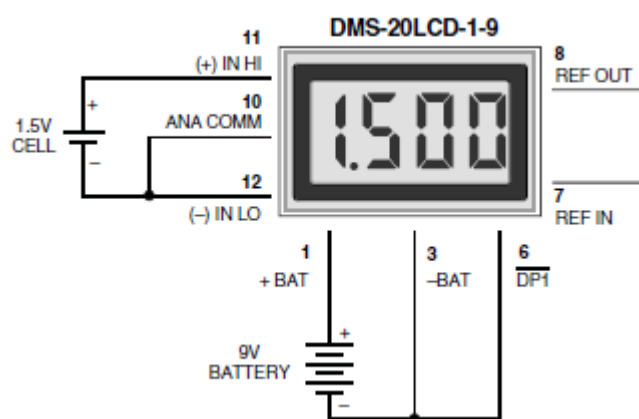

Рис. 6. Измерения плавающих источников сигналов
**4. Измерения плавающих источников сигналов.** Плавающие сигналы можно измерять с помощью схем, показанных на рисунках 5 и 6. На рисунке 5 используется измеритель с питанием 5 В. На рис. 6 используется счетчик с питанием 9В. Подключение контакта 10 (ANALOG COMMON) к (-) INPUT LO (контакт 12) обеспечивает контрольную точку для входа измерителя.